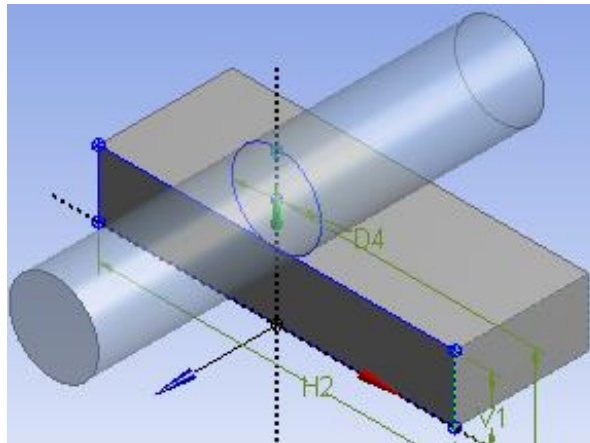

Рис. 4. Наскрізний циліндр
*Main menu → Generate (рис. 4).*